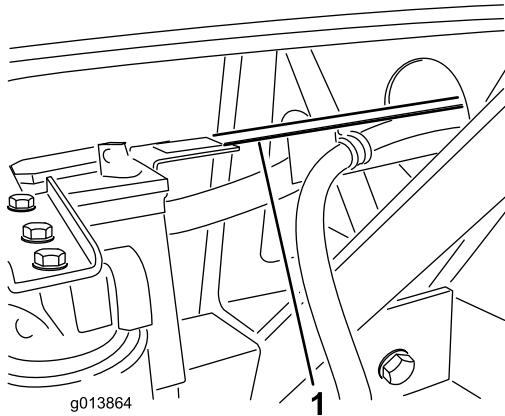

Figure 10
- Le guide-flexible doit reposer sur la patte partant du montant vertical du support de la batterie (Figure 10). Si les trous dans le guide-flexible ne correspondent pas aux trous dans la patte du support de batterie, vous pouvez ajuster la longueur du guide en desserrant les boulons qui le fixent au support du réservoir hydraulique et en le faisant coulisser en avant ou en arrière selon le cas.
6. Fixez le guide-flexible à la patte du support de batterie avec 2 boulons ($\frac{1}{4}'' \times \frac{3}{4}''$) et contre-écrous à embase (Figure 10).